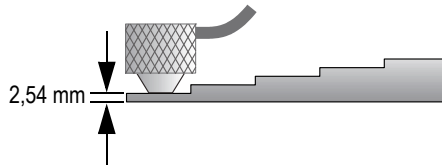

Figura 5-6 Calibración cero en un bloque de calibración de 5 espesores: espesor más delgado
- b) Coloque la sonda sobre el espesor más delgado del bloque de calibración (véase la Figura 5-6 en la página 69) y, después, pulse la tecla [CAL ZERO].